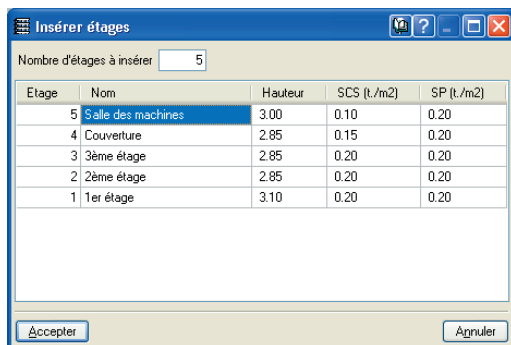

Fig. 14.14
- Introduisez cinq niveaux et cliquez sur ↵. Complétez la fenêtre de dialogue comme le montre la figure 14.14 puis **Accepter**.